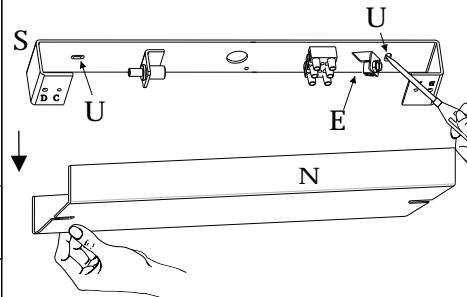

Fig. 1
1. **Fig.1** Separare la staffa "S" dal coperchio "N" agendo sul lato corto del rosone con le due mani.
2. **Fig.1** Fissare la staffa "S" al soffitto tramite i due fori "U".